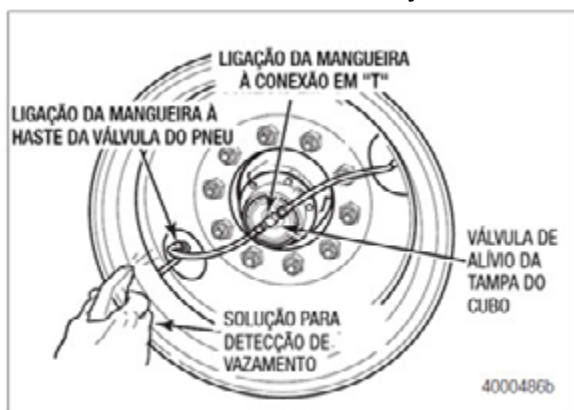

Figura 4.6
6. Use uma solução de detecção de vazamentos não corrosiva para verificar as ligações da mangueira à haste da válvula, a ligação da mangueira à conexão em "T" e a válvula de alívio da tampa do cubo em busca de vazamentos. Figura 4.6. Repare ou substitua as peças conforme necessário. Consulte a Seção 3.